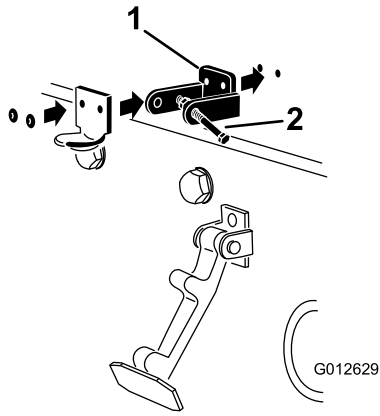

图 16
**注意** 锁定支架必须紧贴机罩 (图 16)。不要从锁定支架臂卸下螺栓和螺母。
5. 用铆钉将支架和垫圈铆定到机罩 (图 16)。